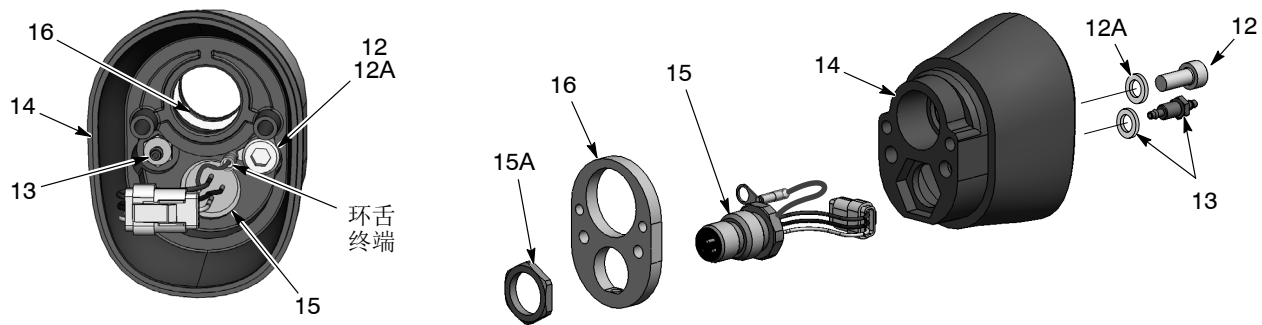

图 21 管座喷枪拆卸 (5/5)
18. 请参见图 21。要拆卸后部枪体组件, 请从后部枪体 (14) 内拆下螺钉 (12) 和倒钩接头 (13)。需要使用 3 mm 六角扳手和 1/4 英寸深插座。
19. 从插座上卸下螺母 (15A), 将接地板 (16) 从后部枪体上拉下, 然后将插座线束穿过枪体。